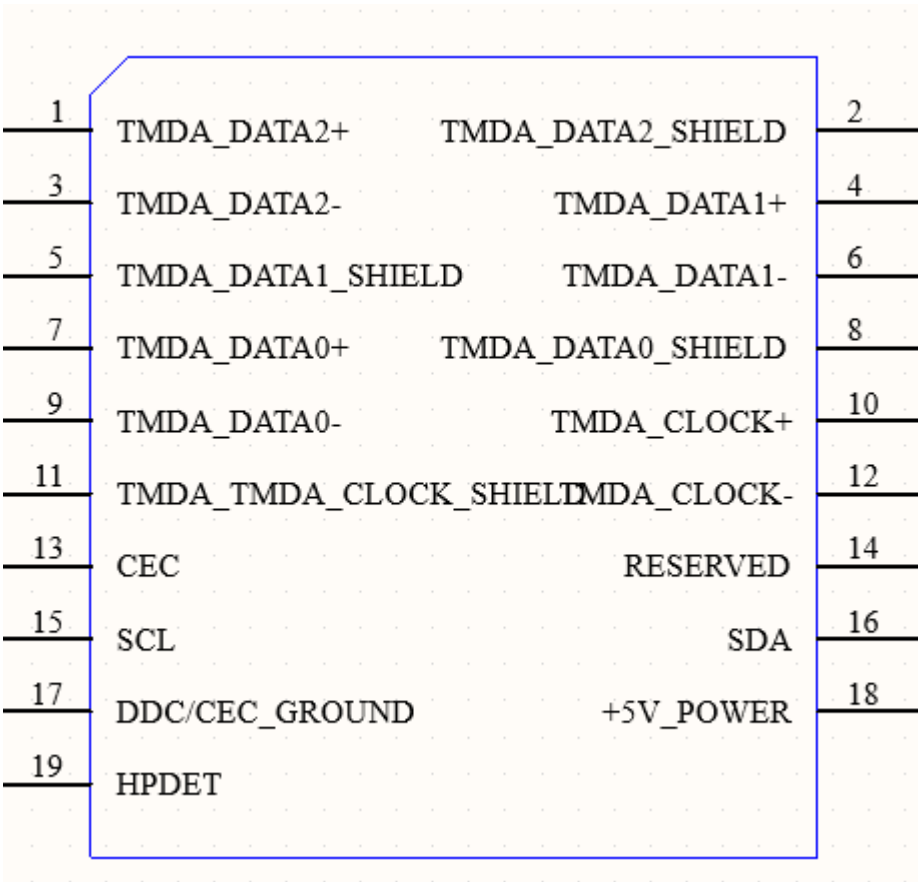

图 1
- 1、在原理图库文件 202410201.SchLib 中，根据图 1 给出的元件示意图绘制原理图库元件，要求元器件管脚序号与图 1 标注的保持一致，命名为 HDMI_A，并在抄画原理图中调用；